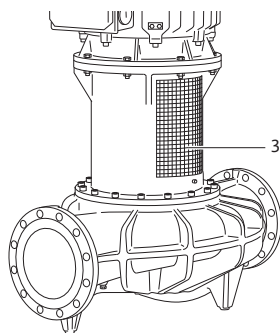

Fig. 48: Смонтированная предохранительная пластина муфты
- Эксплуатировать насос только со смонтированными предохранительными пластинами муфты (Fig. 48, поз. 3).